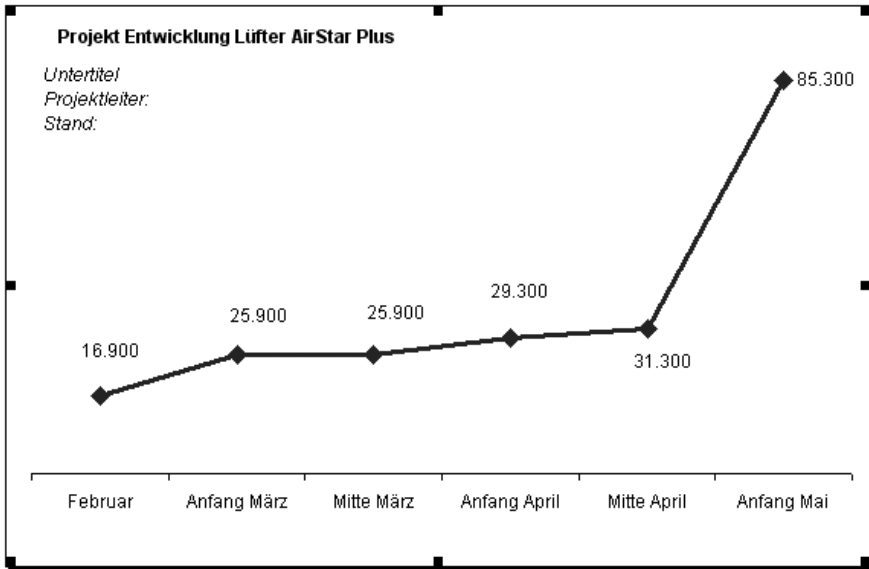

Abbildung 12.29 Das Liniendiagramm ist fertig gestaltet
- ❶ Gestalten Sie ein Diagrammobjekt so, wie Sie alle anderen Diagramme sehen wollen. Löschen Sie beispielsweise in einem Liniendiagramm alle Gitternetze, die Größenachse und die Hintergrundmuster.
- ❷ Weisen Sie der Linie eine stärkere Strichart zu, und setzen Sie über **DIAGRAMM/DIAGRAMMOPTIONEN/DATENBESCHRIFTUNGEN** die Werte auf die Datenpunkte (siehe Abbildung 12.29).
- ❸ Wählen Sie mit der Markierung auf dem Diagrammobjekt **DIAGRAMM/DIAGRAMMTYP**.
- ❹ Klicken Sie auf *Benutzerdefinierte Typen* und in dieser Registerkarte auf *Benutzerdefiniert*.
- ❺ Ein Klick auf *Hinzufügen* öffnet einen Dialog, tragen Sie diese Informationen ein: